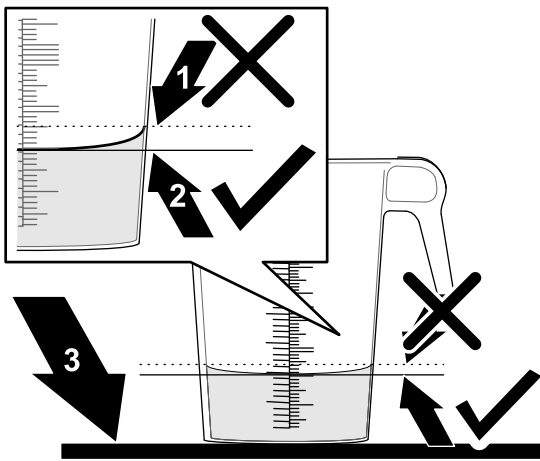

Рисунок 42
6. Поставьте градуированную емкость на ровную поверхность и определите объем жидкости (Рисунок 42).